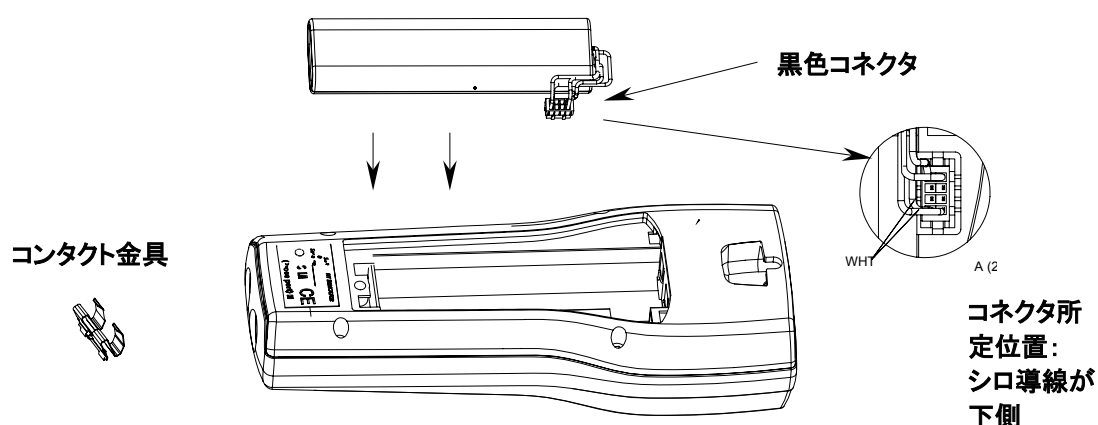

図 3. バッテリーパックのインストール
2. 次のようにプローブを取り外します (図 3 参照)。
3. 新しいバッテリーパックの黒色コネクタを導線に接続します。コネクタが図 3 に示すような位置になるよう気をつけてください（アカとクロの導線がコネクタの上縁にくる）。導電材質でコネクタを押し上げることのないようにしてください。